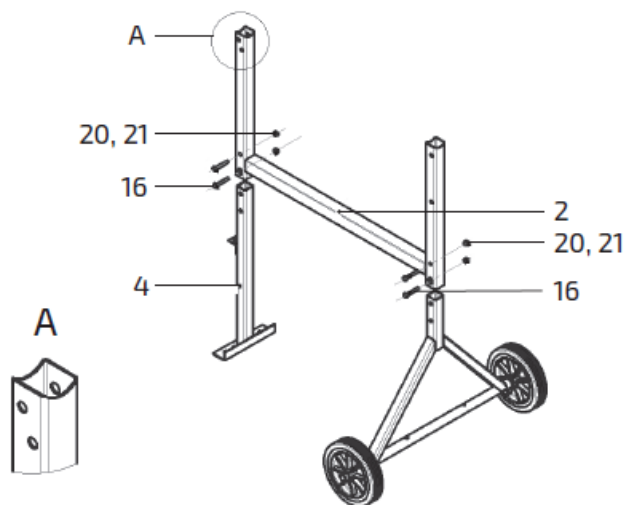

Рис. 5. Установка левой опоры
2. Установить опору левую (4) внутрь трубы рамы (2), совместить отверстия и установить в них болты (16). Обратите внимание на расположение отверстий на увеличенном виде А (рис. 5). С другой стороны установить шайбы (21), завернуть гайки (20). С противоположной стороны установить опору правую в сборе, совместить отверстия, установить в них болты (16), шайбы (21), завернуть гайки (20). Схема сборки представлена на рис. 5.